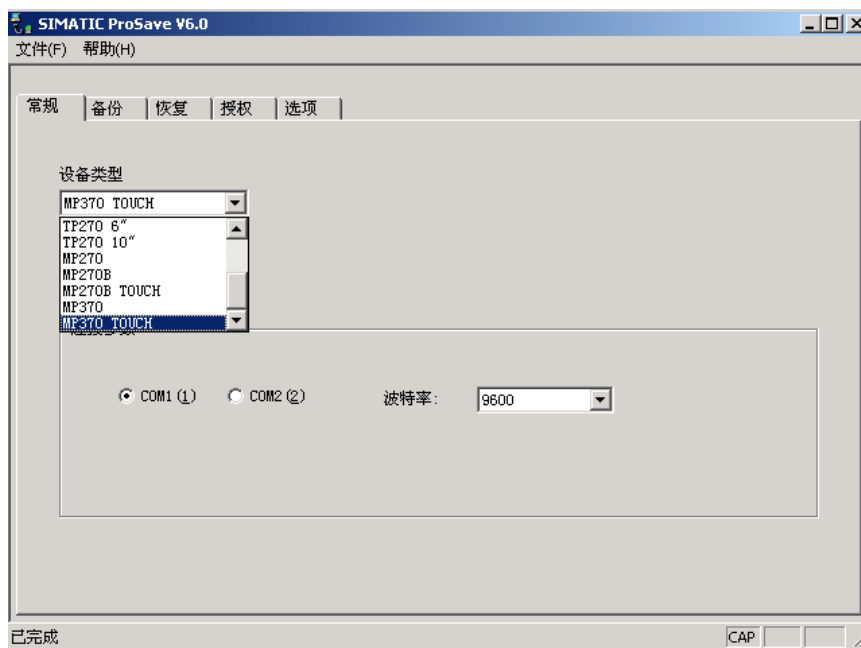

图 6.1 SIMATIC PROSAVE GENERAL 设置
- 单击 General 页，从设备类型列表框中选择正确的设备，参见图 6.1 操作